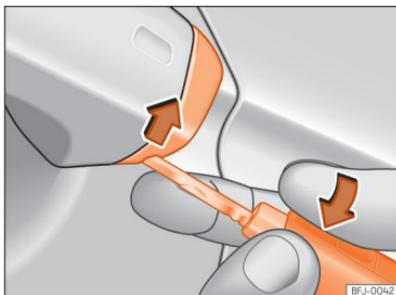

Abb. 72 Fahrertürgriff: Abdeckkappe abhebeln.
- Den Schlüsselbart am Fahrertürgriff in die untere Öffnung der Abdeckkappe stecken und die Abdeckkappe von unten nach oben anheben >>> [Abb. 72].